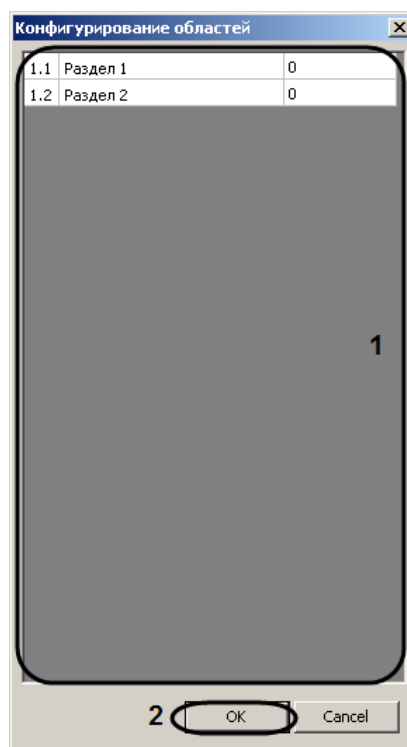

Рис. 3.3—11 Диалоговое окно Конфигурирование областей
4. В таблице (см. Рис. 3.3—11, 1) отображаются все зарегистрированные объекты **Раздел** ПК ACFA Intellect.
5. В третьем столбце таблицы ввести номер зоны контроллера АПДА.21 (или АПДА.41) напротив соответствующего ей раздела ПК ACFA Intellect (см. Рис. 3.3—11, 1).